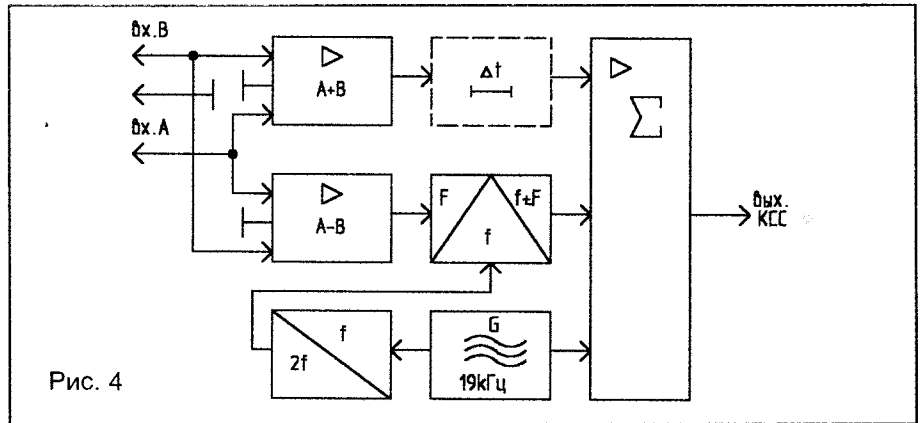

Рис. 4
**Европейский стандарт.** Функциональная схема модулятора приведена на рис.4, принципиальная — на рис.5 [2].
Так же как и в отечественном стандарте, из двух входных сигналов А и В (рис.4) получаются их сумма и разность. Разностный сигнал модулирует частоту поднесущей 38 кГц с помощью балансного модулятора.